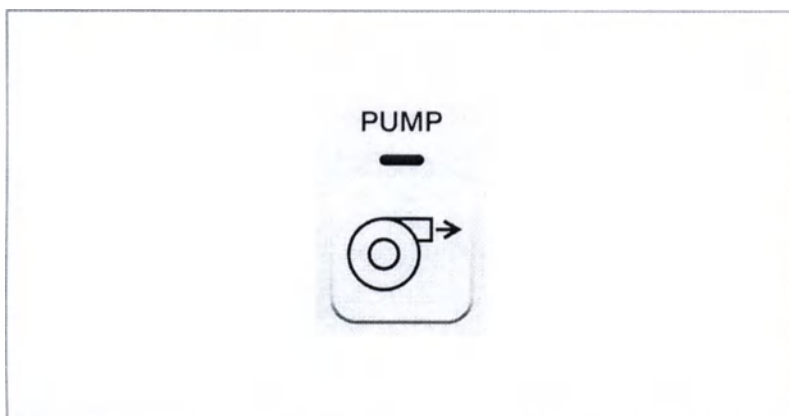

Рисунок 4.12
3. Нажмите  на панели управления, чтобы включить насос (см. рисунок 4.12).